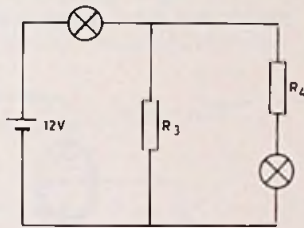

Fig. 2
- Men kan ook de schakeling van fig. 2 gebruiken. Bereken de waarden van R_3 en R_4 .
b. Omdat in fig. 2 de grootste stroom in het linkerlampje vloeit, is dit hier het lampje van 3 V. De spanning op R_3 is dus $12 - 3 = 9$ V. De spanning op R_4 is $9 - 6 = 3$ V en deze weerstand is dus $3/0,2 = 15 \Omega$. De stroom in R_3 is $0,4 - 0,2 = 0,2$ A en deze weerstand $R_3 = 9/0,2 = 45 \Omega$.
In fig. 2 levert de accu een stroom van 0,4 A, dus een vermogen van $12 \times 0,4 = 4,8$ W. Het rendement is nu $2,4/4,8 = 1/2 = 50\%$.